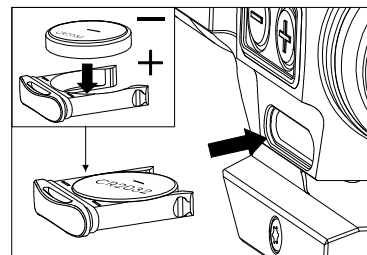

Fig2-2
- Installation de batterie (Fig2-2):